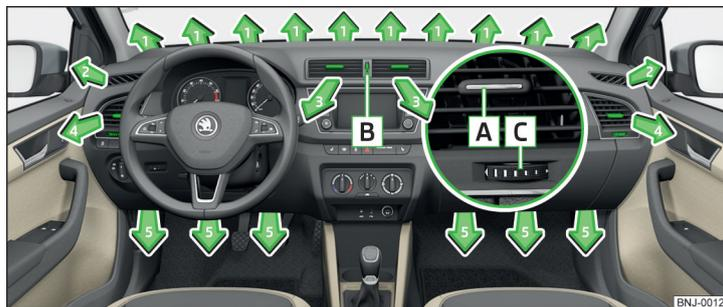

Fig. 119 Diffuseurs d'air
Les diffuseurs d'air **3** et **4** » fig. 119 offrent la possibilité de modifier la direction du débit de l'air et peuvent s'ouvrir et se fermer séparément.
- Pour modifier la hauteur du flux d'air, faites pivoter les lamelles horizontales à l'aide de l'élément de réglage coulissant **A** » fig. 119 ou vers le haut ou vers le bas.
- Faites tourner le sélecteur **B** vers le haut » fig. 119.
- Faites tourner le sélecteur **B** vers le bas » fig. 119.
Réglage de la direction du débit d'air	Diffuseurs actifs » fig. 119